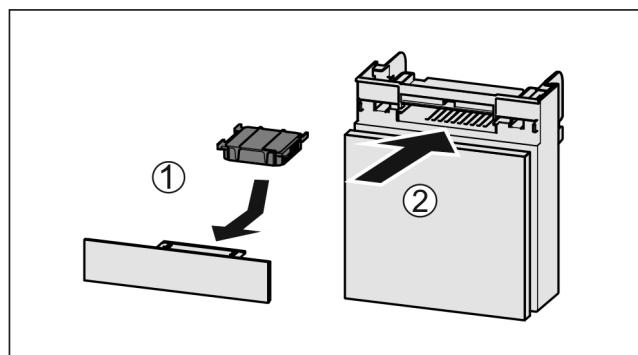

Fig. 124
- Поставете Fig. 124 (1) филтъра с активен въглен, както е показано на фигурата.
- Вкарайте Fig. 124 (2) отдалението.